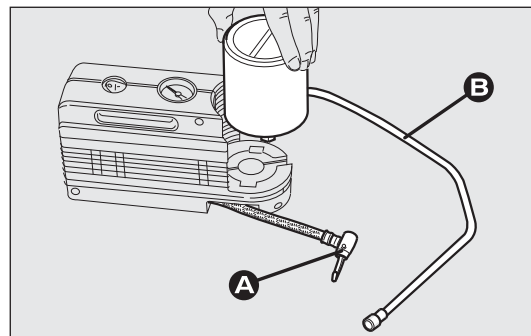

fig. 157
- ☐ desconecte el acoplamiento A-fig. 157;